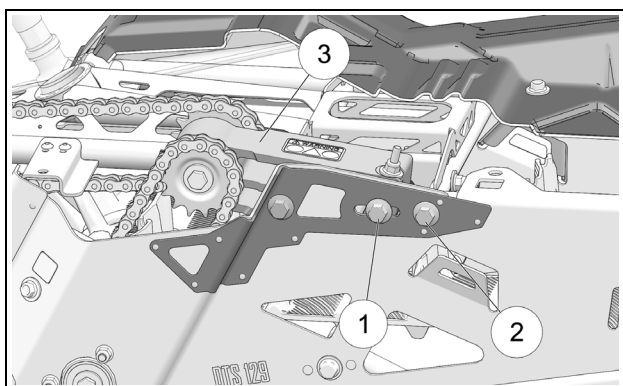

Figure 3
- Desserrer les boulons de fixation (1) et (2) du panneau latéral gauche pour permettre au tendeur de chaînes (3) de pivoter sur son axe. Voir la Figure 3.